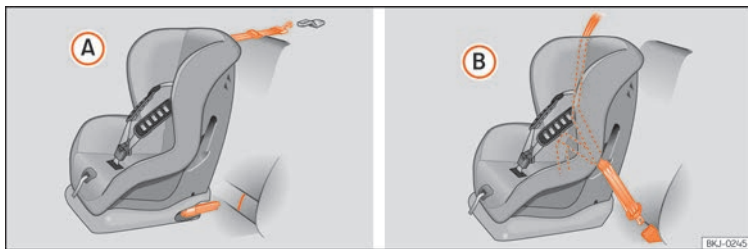

Fig. 33 Sur les sièges arrière : installations possibles d'un siège pour enfants.
L'illustration » » **fig. 33 (A)** présente la fixation de base du système de retenue pour enfants avec les anneaux de retenue inférieurs et la ceinture de fixation supérieure. L'illustration » » **fig. 33 (B)** présente la fixation du système de retenue pour enfants avec la ceinture de sécurité du véhicule.